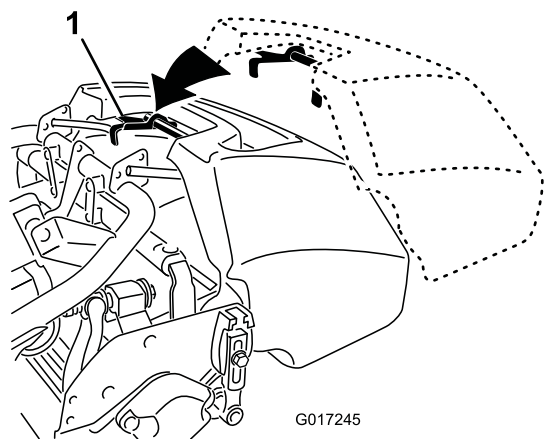

图 14
2. 将集草斗凸缘放入滚刀组侧板之间前滚筒之上图 14。
3. 将集草斗钩安装到环形机架上(图 14)。